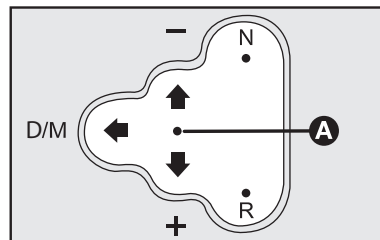

fig. 5
- Levar a alavanca de câmbio para a posição central **A-fig. 5**, para a inserir a primeira marcha, ou junto ao
sinal R - **fig. 5** - para inserir a marcha a ré (se for o caso).